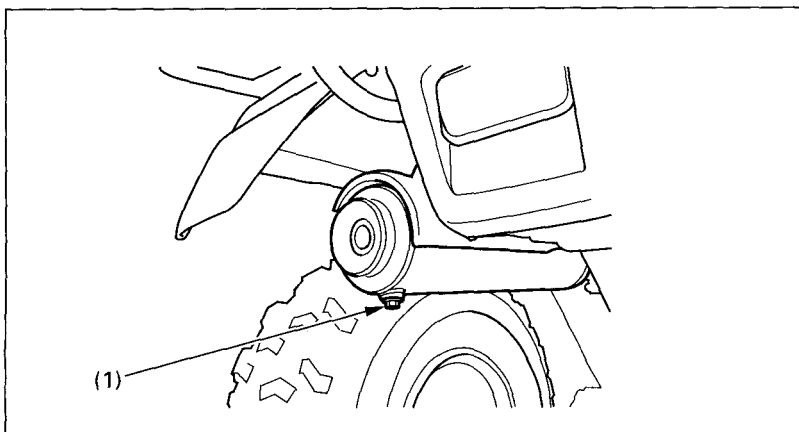

Fig. 4-40
2. Remove the bolt. (Fig. 4-40)